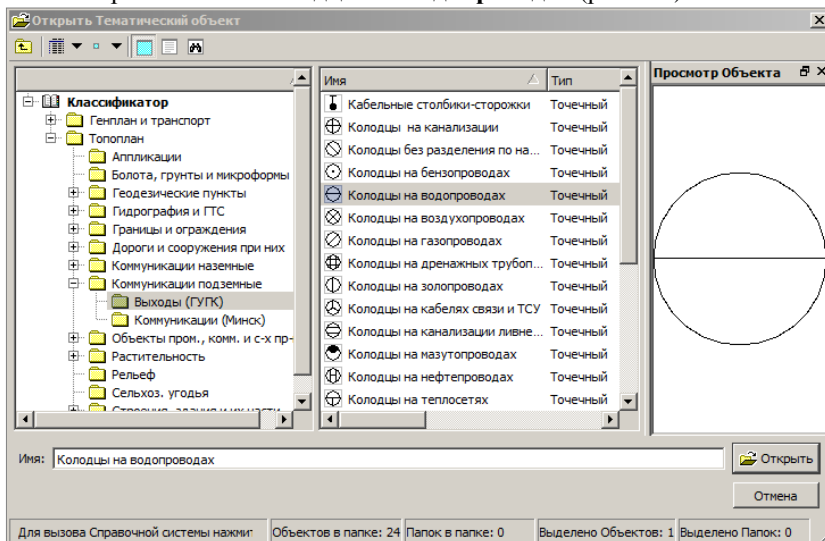

Рис. 8.4
4. В открывшемся диалоговом окне **Открыть Тематический объект** выберите объект **Колодцы на водопроводах** (рис. 8.4).